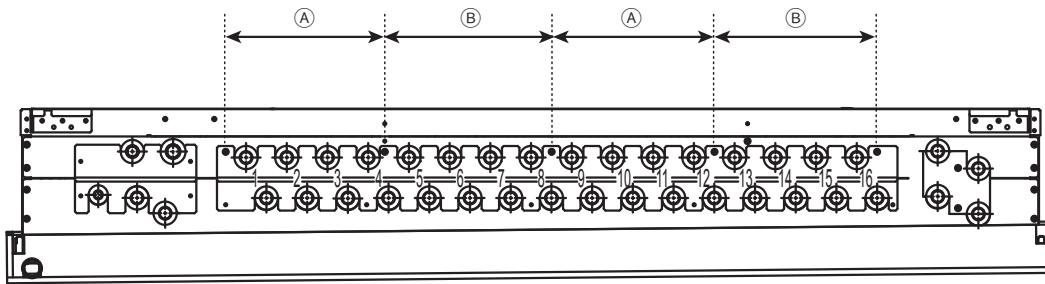

Fig. 9-4-2
- Lors du raccordement de kit de tuyau d'assemblage aux ports HBC, les côtés ramifiés des kits de tuyau d'assemblage ne doivent pas être raccordés aux ports « 4 et 5 », « 8 et 9 » ou « 12 et 13 ». (Voir la Fig. 9-4-2.)
- Le contrôleur HBC comporte deux pompes. Chacune des pompes peut gérer la capacité d'appareils intérieurs équivalents à P175. Vérifiez que la capacité totale des appareils intérieurs raccordés aux ports 1 à 4 et 9 à 12 ou 5 à 8 et 13 à 16 ne dépasse pas P175. (Voir la Fig. 9-4-2.)
(1) Tuyaux réfrigérant entre appareil extérieur et contrôleur HBC (A, A1, A2 et A3)